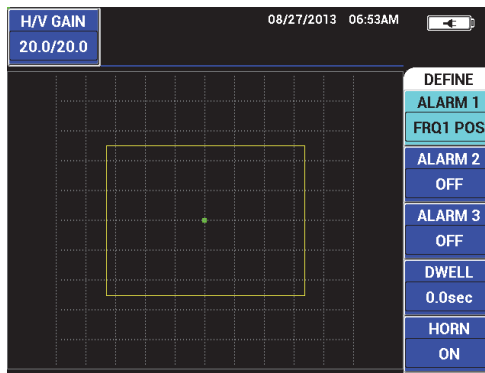

Abbildung 5-240 Polarität des Alarms
3. Stellen Sie mit dem Drehknopf die Polarität des Alarms ein. **FRQ1 POS** ermöglicht eine positive Polarität des Alarms **FRQ1 NEG** ermöglicht eine negative Polarität des Alarms (siehe Abbildung 5-240 auf Seite 317).